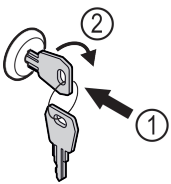

Fig. 177
- ▶ Пъхнете ключа Fig. 177 (1).
- ▶ Завъртете го на 90° по посока на часовниковата стрелка Fig. 177 (2).